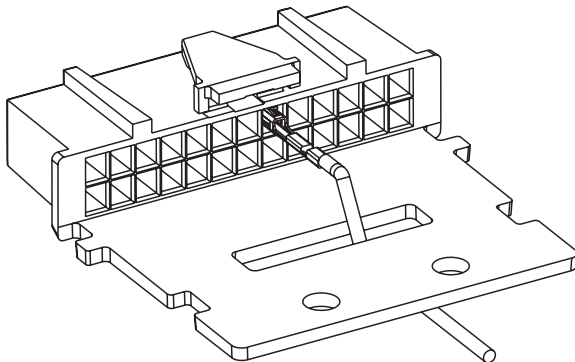
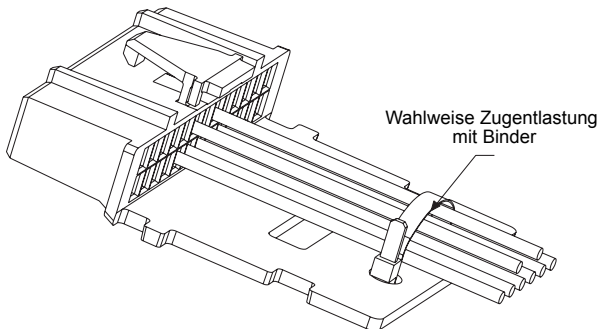

Abb. 3a. Zugentlastung
Abb. 3b. Wahlweise Zugentlastung
Schritt 1. Verlegen Sie die Kabel wie in *Abb. 3a* gezeigt durch den Anschluss. Sind mehrere Zubehörteile an das Funkgerät angeschlossen, verlegen Sie die Kabel wie in *Abb. 3b* gezeigt und sichern sie mit einem Kabelbinder.